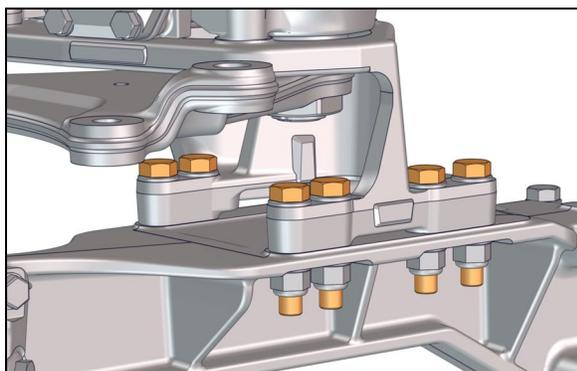
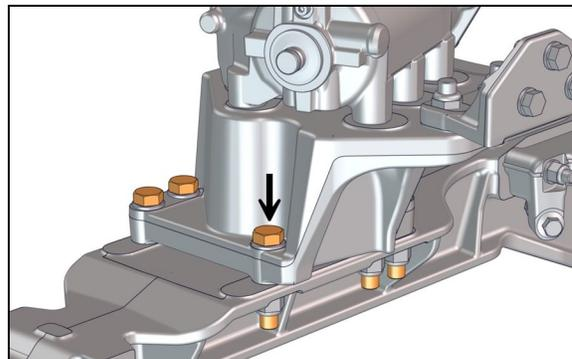

FIGURE 8
FIGURE 9
10. Dévisser les sept (7x) boulons fixant le socle du boîtier de direction assistée à la poutre centrale (Figure 8 & Figure 9).